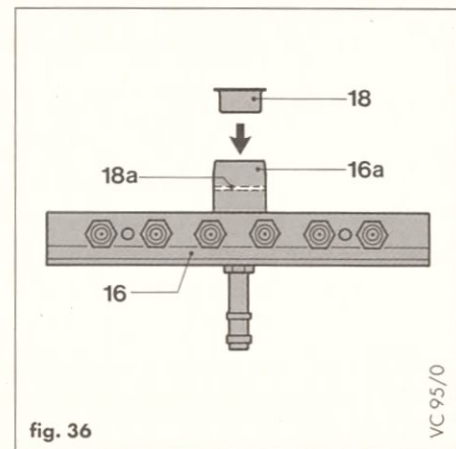

fig. 36
**12.2.5 Cambio del pre-ugello (Fig.36).**